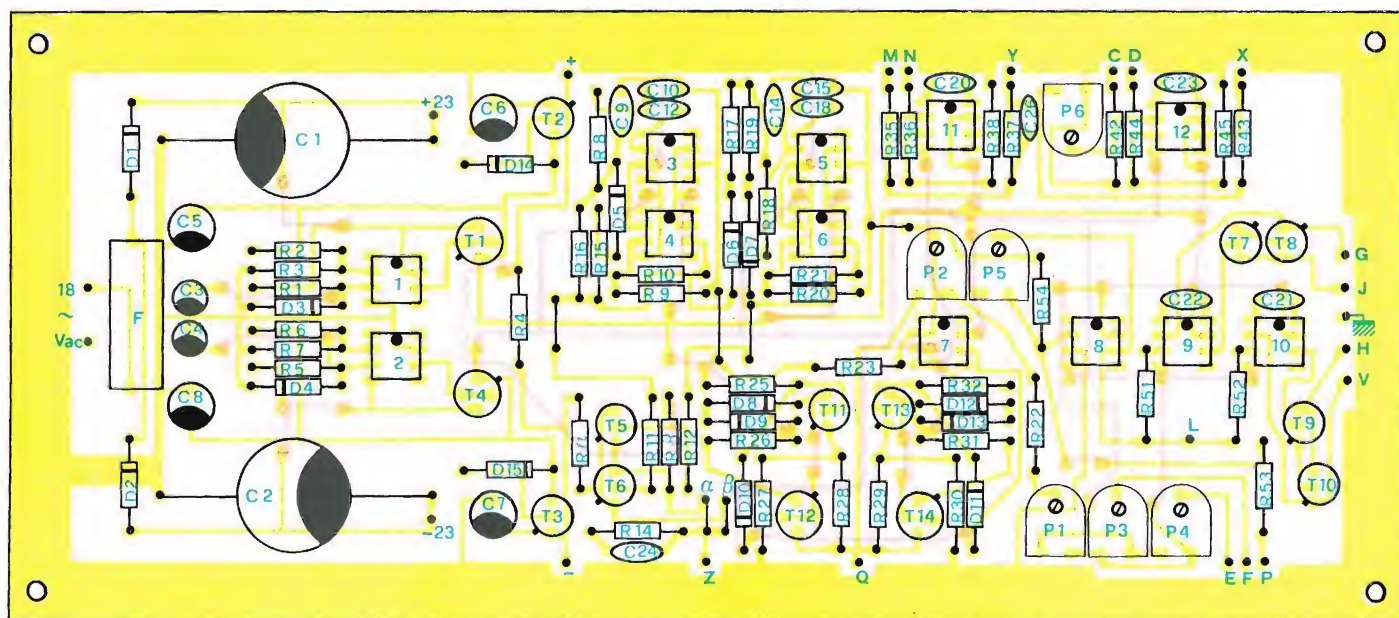

Fig. 3 - Disposizione dei componenti sulla basetta.
1) Se si desidera ottenere impulsi di cancellazione positivi, il componente indicato in fig. 3 con $R\beta$ viene sostituito da un ponticello di cortocircuito; si esegue il ponticello indicato con α e si inserisce il resistore $R\alpha$, il cui valore è indicato nell'elenco componenti in corrispondenza della sigla R13.